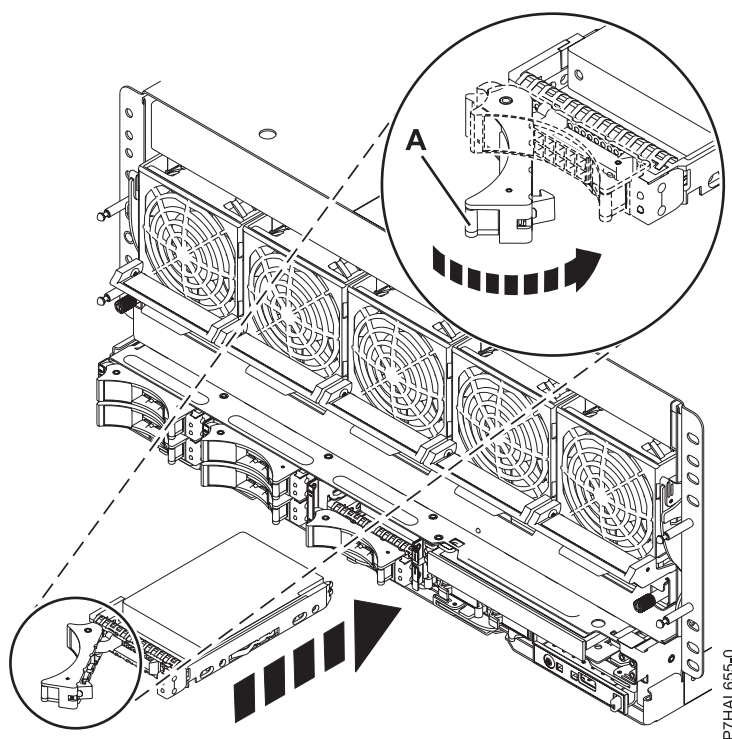

Figura 43. Substitució d'una unitat de disc o d'una unitat d'estat sòlid al sistema
6. Inseriu la unitat de disc o la unitat d'estat sòlid fins al fons del sistema o unitat d'expansió i feu pressió a la nansa (A) fins que quedi bloquejada, tal com es mostra a la Figura 43.